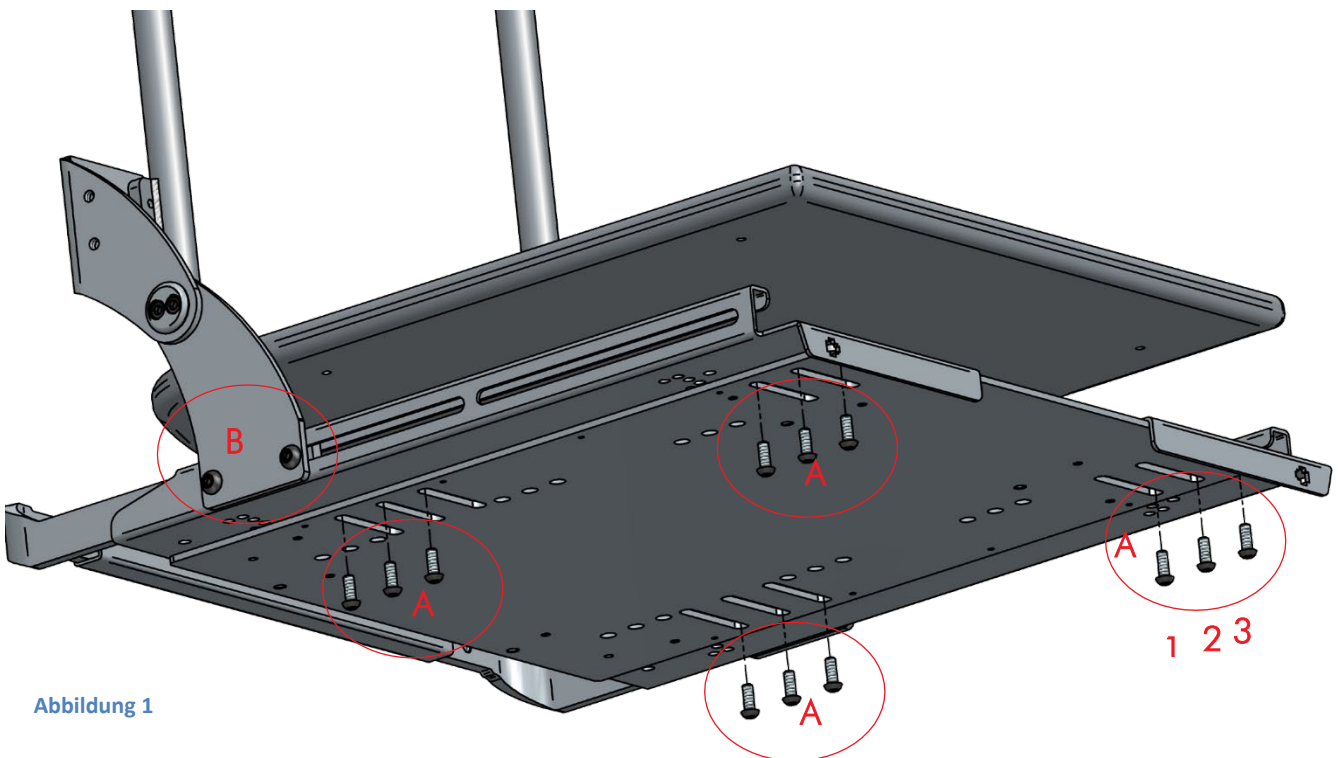

Abbildung 1
1. Entfernen Sie die vier Bolzen, welche die Sitzfläche halten (Abb. 1 - Pos. A).
3. Montieren Sie die vier Bolzen wieder (Abb. 1 - Pos. A).
1. Lösen Sie die zwei Bolzen auf jeder Seite des Sitzes (Abb. 1 - Pos. B).
3. Ziehen Sie die zwei Bolzen an (Abb. 1 - Pos. B).